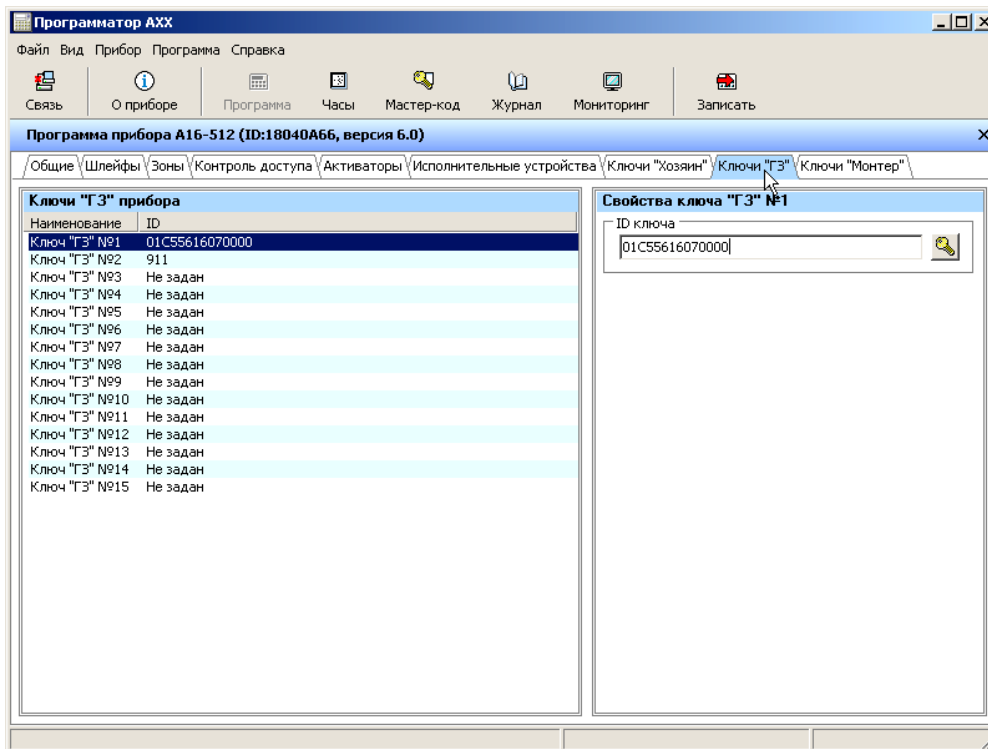

Рисунок 15 – Конфигурирование прибора «А16-512», вкладка «Ключи "ГЗ"»
- «Ключи "ГЗ"»: вводятся электронные ключи и/или PIN-коды пользователей с правами «ГЗ», рисунок 15;